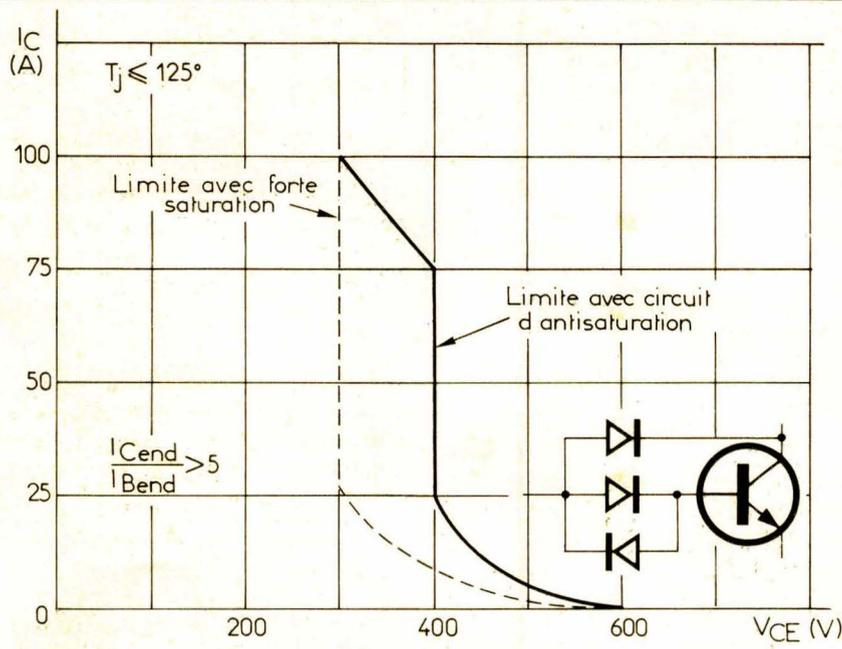

Fig. 4.
- La tension  $V_{CE0\text{sus}}$  qui délimite l'aire de fonctionnement en commutation (fig. 4).